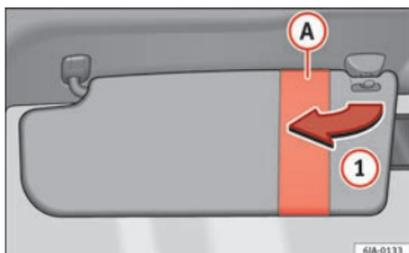
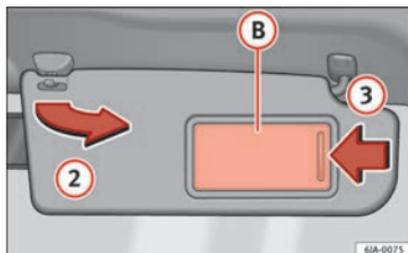

Fig. 138 Pare-soleil du conducteur.
Fig. 139 Pare-soleil du passager avant.
Vous pouvez retirer les pare-soleil côté conducteur et passager de leur fixation au centre du véhicule pour les faire pivoter vers les portes dans le sens de la flèche ①. » fig. 138 et ② » fig. 139 respectivement.
Le pare-soleil passager est équipé d'un miroir de courtoisie B avec un cache. Le cache s'ouvre en le faisant glisser dans le sens de la flèche ③ » fig. 139.